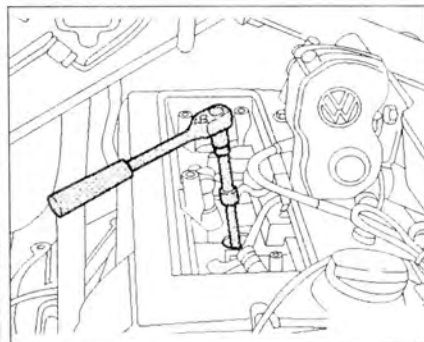

Рис. 1.20. Выкрутите свечи зажигания ключом.
4. Выкрутите свечи зажигания ключом (рис. 1.20). Вкрутите новую свечу зажигания и затяните до 25 Нм.